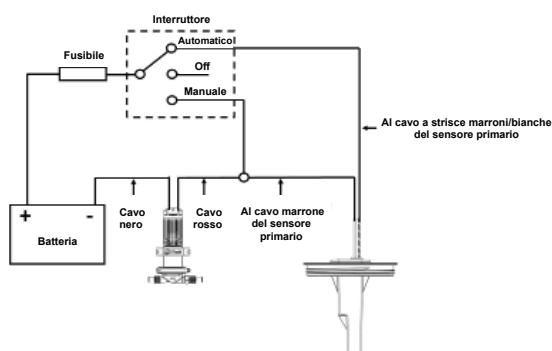

Figura 9 Schema elettrico
- AVVERTENZA:** l'installazione **dove** essere eseguita da un elettricista qualificato. Un cablaggio non corretto può causare un incendio, con conseguenti lesioni o morte. Le informazioni sul cablaggio consigliato (Figura 9) vengono fornite puramente a titolo indicativo e il cablaggio **dove** essere conforme agli standard elettrici applicabili. **Si devono** installare fusibili o interruttori dalle dimensioni corrette.